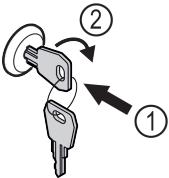

Fig. 125
- ▶ Dugja be a kulcsot Fig. 125 (1).
- ▶ Forgassa el a kulcsot 90°-kal az óramutató járásával megegyező irányba Fig. 125 (2).